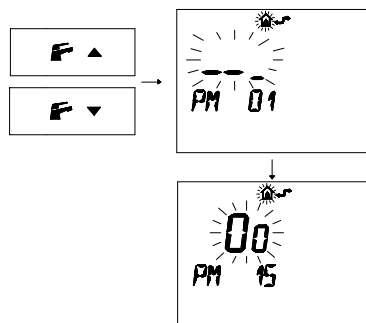

Figura 5.29
- Premere i pulsanti **F** **▼** o **F** **▲** per visualizzare la programmazione "PM15" abilitazione della sonda esterna (Figura 5.29)